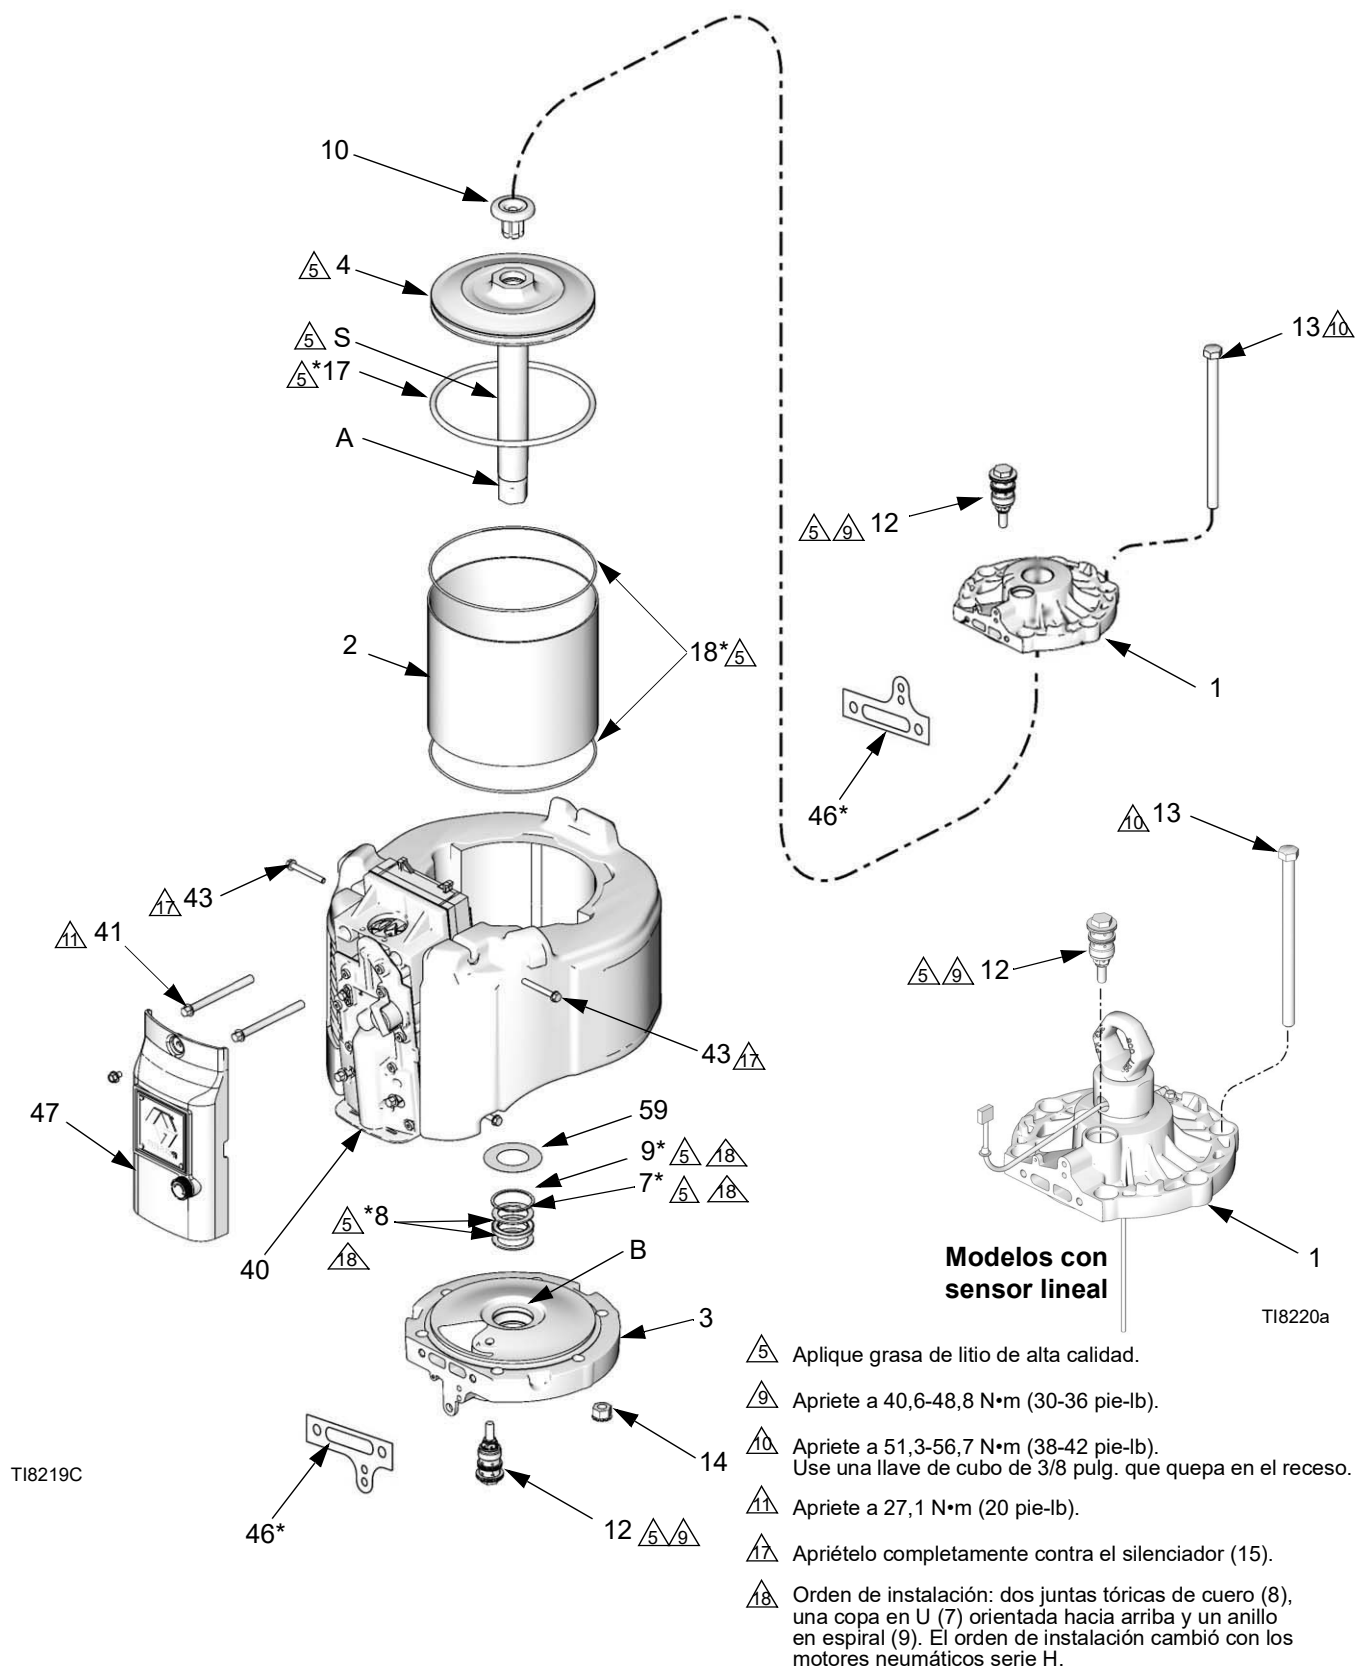

FIG. 12. Reparación del motor neumático
5. Retire la cubierta exterior de la válvula (47). Vea la FIG. 12.
6. Retire los cuatro tornillos (43) y el silenciador (15).
7. Retire los dos tornillos superiores de la válvula de aire (41). Afloje pero no saque completamente los dos tornillos inferiores (41). Incline la válvula de aire (40) para facilitar el desarmado.
8. Retire los pernos de unión (13). Use una maza de caucho y golpee la parte inferior de la tapa superior (1) para separarla. Levante la cubierta superior del motor.
9. Desconecte el motor neumático de la base de bomba (consulte el manual de la bomba suministrado por separado). Deje el adaptador del eje del pistón (R) sujeto al eje (S).
10. Empuje el conjunto del pistón (4) hacia afuera por la parte superior del cilindro (2).
11. Inspeccione la junta tórica del pistón (17). Verifique el pistón (4) y el eje del pistón (S) en busca de rayaduras o daños. El pistón de repuesto (4) incluye el pistón, eje (S), adaptador (A) y amortiguador (10).
12. Retire el cilindro (2). Verifique la superficie interior en busca de rayaduras u otros daños. Sustituya si estuviera dañado.
13. Retire el amortiguador (59), anillo de retención (9), empaquetaduras de refuerzo (8) y empaquetadura en V (7) de la cubierta inferior (3). Inspeccione estas piezas en busca de desgaste o daños. Inspeccione si el cojinete (B) está en su lugar (se acepta un rayado leve). Si el cojinete está dañado, sustituya la cubierta inferior (3).
1. Vea la FIG. 12. Instale las dos empaquetaduras de refuerzo (8*) y luego las empaquetaduras en V (7*) con los labios hacia arriba. Luego instale el anillo de retención (9*) en la cubierta inferior (3). Lubrique las empaquetaduras. Instale el amortiguador (59).